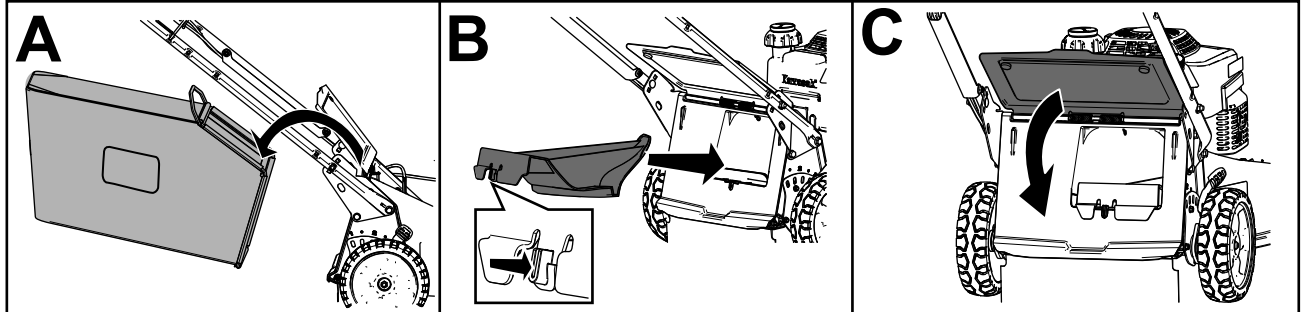

Figure 20
- Si le bac à herbe est installé, déposez-le; (A de Figure 20).
- Si l'obturateur d'éjection arrière n'est pas installé, saisissez-le par la poignée, relevez le volet arrière et insérez l'obturateur dans la goulotte d'éjection arrière jusqu'à ce que le dispositif de verrouillage s'enclenche en position (B de Figure 20).
3. Sortez la tige du bac à herbe des crans à la base du guidon (A de Figure 20).
4. Installez l'obturateur d'éjection (B de Figure 20).
5. Abaissez le déflecteur arrière (C de Figure 20).